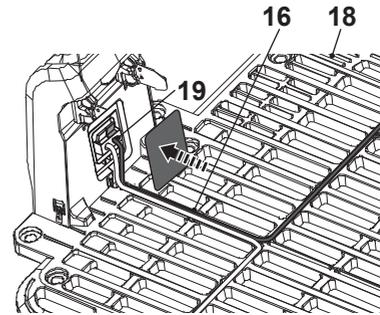

Fig. 17
- > Lorsque le câble périphérique a été fixé en position avec les piquets sur tout le pourtour de la zone de tonte jusqu'à la station de charge, guidez le câble dans la fente (16) (Fig. 17).
- > Insérez l'extrémité du câble dans le connecteur droit (noir) et remplacez le couvercle du boîtier de raccordement (19) (Fig. 17).